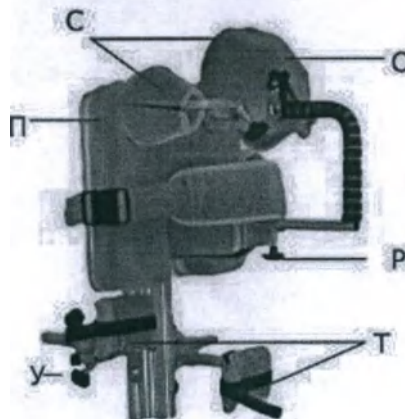

Рис. 64
10) Регулировка секции для бедер по высоте (при наличии) (рис.64)
11) Регулировка секции для голеней/или коленей по высоте (при наличии) (рис.64)